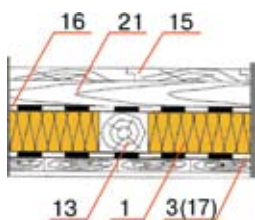

Рис. 7
– деревянные балочные перекрытия. Между (под или над) балками устраивается черновой пол, на который укладывается утеплитель. Рекомендуемый материал – плиты ИЗОЛАЙТ-Л, ИЗОЛАЙТ, ИЗОЛАЙТ ЛЮКС, ПП-60 (П-75), ПП-80 (П-125). Для защиты от влаги несущих деревянных балок и утеплителя используют дополнительный гидроизоляционный слой (рис. 7).